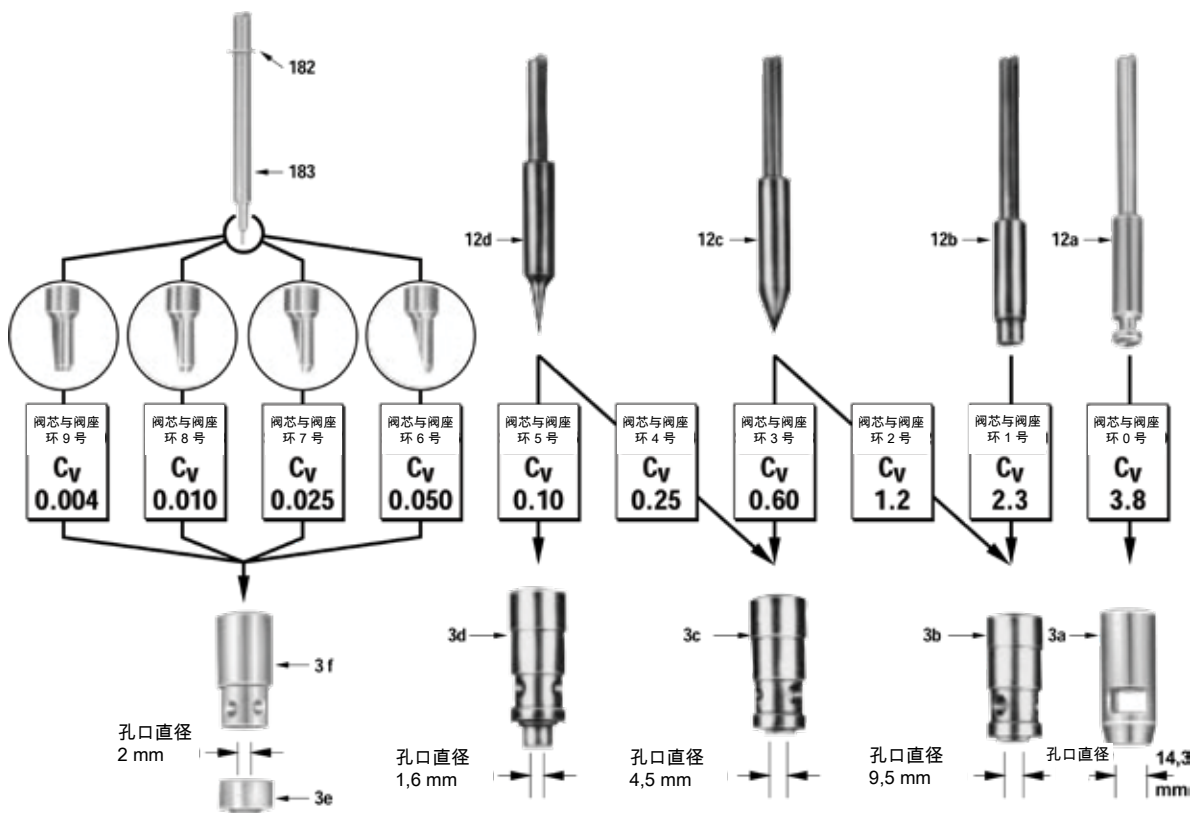

图 2 - 十种阀芯和阀座环总成 (阀内件)
八种阀芯和五种阀座环可以组合使用，以获得十种不同的阀芯和阀座环组合（参见图 2）。
每种阀芯设计和阀座环孔口直径都可以根据图 2 确定零件。
参见图 2 选择阀芯和阀座环组合，以获得所需的 C_v 。
2. 完整的分总成包括: 阀芯杆 (183)、固定环 (182)、阀座环 (3e) 和垫片 (3f)。请参见图 2。
- 将阀芯杆 (12 或 183) 插入阀座环 (3)。对于 $C_v < 0.10$, 应确保在阀芯行程中不会出现卡住现象。如果出现卡住现象, 松开挡圈 (4) 并将阀座环 (3e) 装回正确位置, 直到阀芯杆顺利滑动。
- 滑动垫片 (5), 将垫片上的孔与阀体上的安全销 (11) 孔对齐。
- 用 PTFE 胶带 (特氟龙) 缠绕安全销 (11) 两圈。从螺纹啮合开始处将其拧入阀盖五圈半至六圈。